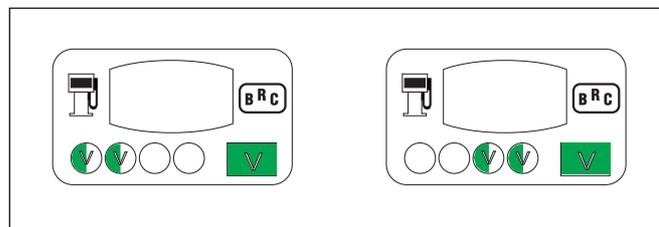

Fig. 26
- Dopo circa 5 secondi il LED BICOLORE si accende verde fisso (inizio della fase di acquisizione del segnale giri) (fig. 26).